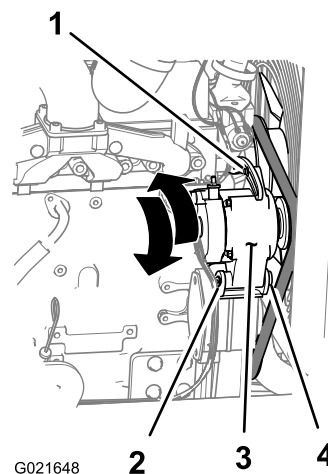

Рисунок 87
1. Ослабьте гайку и болт в шарнирном креплении генератора (Рисунок 87).
2. Ослабьте затяжку регулировочного болта на генераторе (Рисунок 87).
3. Отведите генератор в сторону от двигателя, чтобы увеличить натяжение ремня; подведите генератор ближе к двигателю, чтобы снизить натяжение ремня (Рисунок 87).
4. Затяните регулировочный болт генератора (Рисунок 87).
6. Если натяжение ремня правильное, затяните гайку и болт в шарнирном креплении генератора (Рисунок 87); в противном случае повторите действия, указанные в пунктах 2 – 5.
2. Ослабьте гайку и болт в шарнирном креплении генератора (Рисунок 87).
3. Ослабьте затяжку регулировочного болта на генераторе (Рисунок 87).
позволяющей снять его со шкива генератора (Рисунок 87).